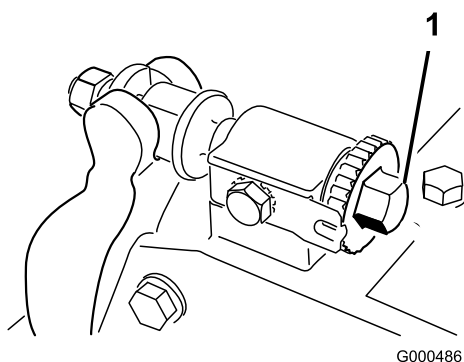
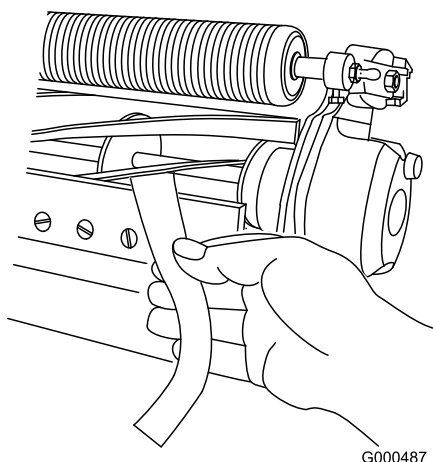

Figura 51
Figura 52
- Asegúrese de eliminar el contacto con el molinete girando los tornillos de ajuste de la barra de asiento en el sentido contrario a las agujas del reloj (Figura 51).
- Retire las (2) tuercas que fijan cada soporte de rodillo con sus espaciadores a la bridas de montaje de las chapas laterales.
4. En un extremo del molinete, inserte una tira larga de papel de periódico entre el molinete y la contracuchilla (Figura 52). Mientras gira el molinete lentamente hacia adelante, gire en el sentido de las agujas del reloj el tornillo de ajuste de la barra de asiento (en el mismo extremo del molinete) (Figura 51), un clic a la vez, hasta que el papel quede ligeramente aprisionado cuando se inserta desde delante, paralelo a la contracuchilla. Se notará una ligera resistencia al tirar del papel.
contracuchilla (Figura 52). Debe ser posible cortar el papel con un contacto mínimo entre la contracuchilla y las cuchillas del molinete. Si se nota una resistencia excesiva del molinete, será necesario afilar o amolar la unidad de corte para conseguir los filos necesarios para un corte de precisión (consulte el manual de afilado de molinetes de Toro).